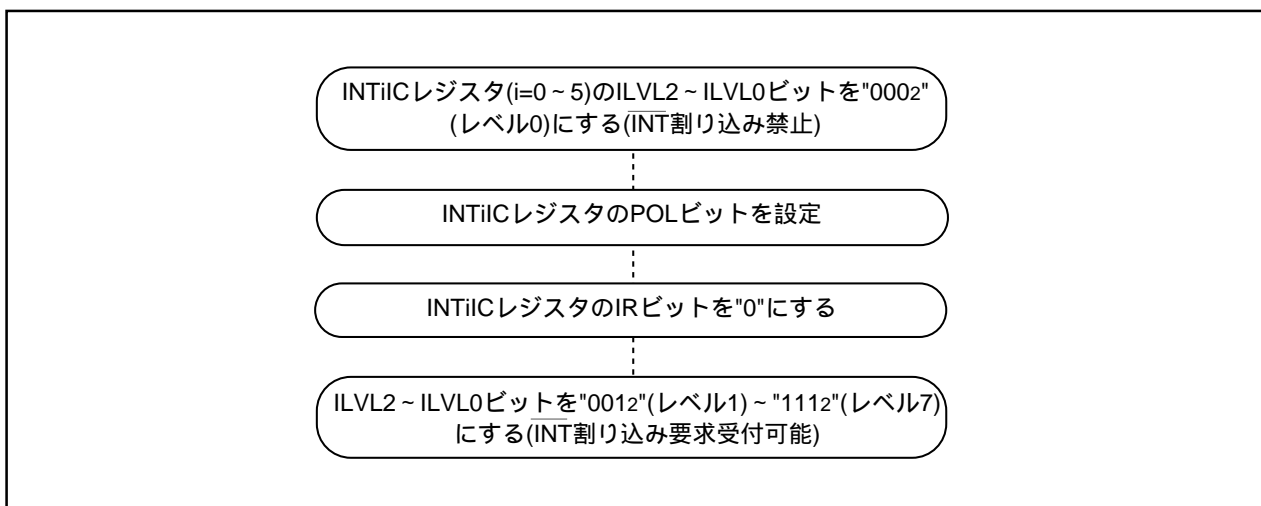

図27.1 $\overline{\text{INT}}$ 割り込み発生要因の切り替え手順例
- $\overline{\text{INT0}} \sim \overline{\text{INT5}}$ 端子の極性を切り替えるときにIRビットが“1”(割り込み要求あり)になることがあります。切り替えた後、IRビットを“0”(割り込み要求なし)にしてください。図27.1に $\overline{\text{INT}}$ 割り込み発生要因の切り替え手順例を示します。